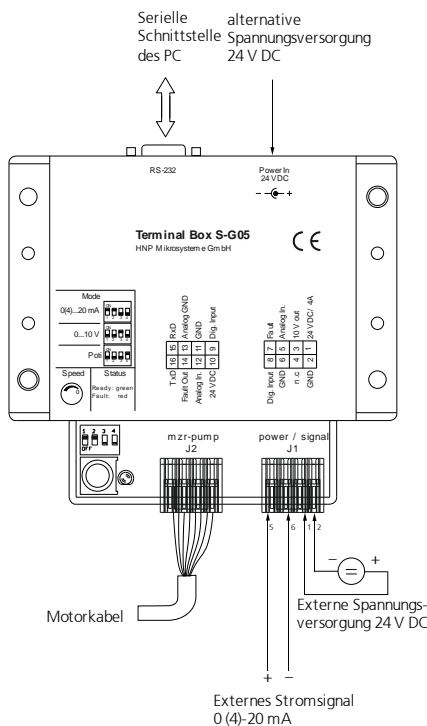

Bild 30
4. Schließen Sie das externe Stromsignal an Anschlussklemme »AnalogIn« und »GND« an das S-G05 an. (siehe Bild 30)